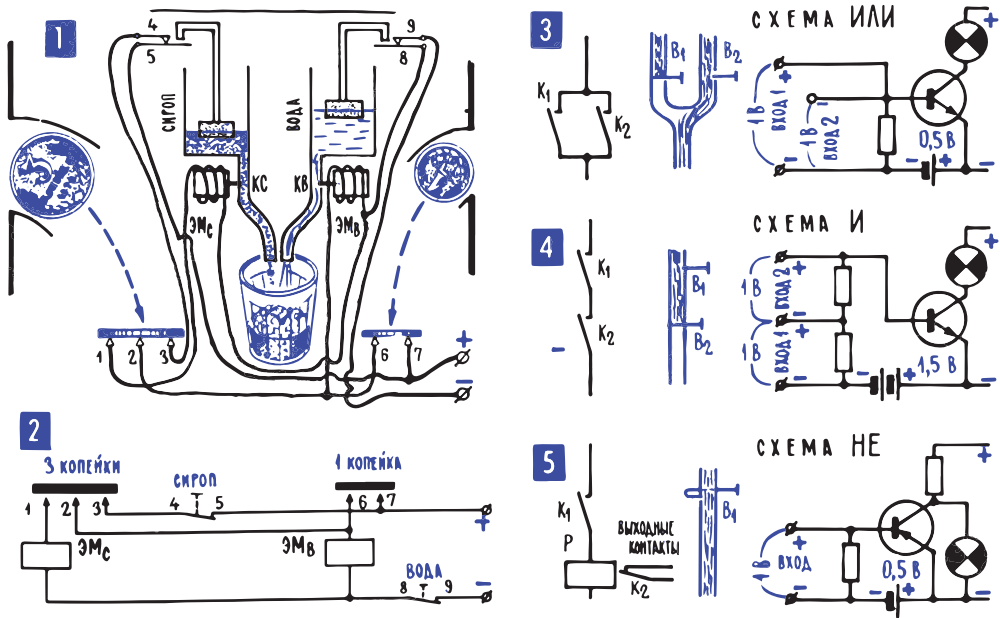

Рис. 15.4. Работа автомата для продажи воды с сиропом
7. В электрических цепях легко выполняются логические операции **И**, **ИЛИ**, **НЕ**. На рис. 15.4; 1, 2 показана упрощенная учебная схема (опять-таки «упрощенная учебная» и не более) автомата для продажи газированной воды с сиропом⁷. Схема эта довольно проста. Монета «1 копейка» замыкает контакты 6, 7, и если при этом еще замкнуты контакты 8, 9 (они размыкаются, когда в резервуаре нет воды), то электромагнит ЭМ_в откроет кран КВ и нальет в стакан воду. Монета «3 копейки» замыкает сразу три контакта. Это контакты 2, 3, которые дублируют контакты 6, 7 и в итоге наливают в стакан воду. Кроме того, монета замыкает контакты 1, 3, которые подают питание на электромагнит ЭМ_с, открывающий кран сиропа. Электромагниты, сработав, не только открывают краны КВ или КС, но еще включают механизм, забирающий монету. Если ни один из электромагнитов не сработает, то монету можно получить обратно.
В этой схеме мы встречаемся с чрезвычайно распространенными элементами электронных автоматов – схемами, которые выполняют логические операции **И**, **ИЛИ** и **НЕ**. Схема **И** (рис. 15.4; 4) дает возможность электрическому сигналу произвести свою работу, если замкнуты и первый контакт K_1 , и второй K_2 . В принципе, контактов может быть сколько угодно, от этого повадки схемы **И** не меняются – она требует, чтобы были замкнуты все контакты одновременно. А вот схема **ИЛИ** (рис. 15.4; 3) дает
возможность сигналу сработать, если замкнут любой из двух контактов, или первый, или второй, – все они параллельны, и замыкание любого открывает путь сигналу. Схема НЕ (рис. 15.4; 5) просто делает все наоборот: при замыкании контакта K_1 она с помощью реле разрывает цепь, а при размыкании контакта K_1 замыкает цепь.
На рис. 15.4; 3, 4, 5 показаны также гидравлические аналогии операции И, ИЛИ и НЕ и простейшие транзисторные схемы, где могут выполняться эти логические операции. В схеме И на базу транзистора подано запирающее напряжение $-1,5$ В, и ни один из сигналов с напряжением 1 В сам по себе не может отпереть транзистор. Транзистор отпирается, только если на базу одновременно попадают и первый, и второй сигналы. А в схеме ИЛИ запирающее напряжение уменьшено до $-0,5$ В, транзистор с одинаковым успехом откроет или первый одновольтовый сигнал, или второй. В схеме НЕ лампочка (она везде отображает нагрузку) включена не в коллекторную цепь, а параллельно транзистору; открывшись, транзистор шунтирует нагрузку, и ток в нее не идет (можно пояснить иначе: у открытого транзистора напряжение на коллекторе, а значит, на лампочке, резко падает).
С помощью элементов И, ИЛИ, НЕ автоматы проводят целые цепочки логических рассуждений. Один из примеров – на рис. 15.4; 1, 2. Автомат наливает воду, когда брошена *или* 1 копейка, *или* 3 копейки, а сироп – только в том случае, когда брошены 3 копейки и одновременно замкнуты *и* контакты 1, 3, *и* 4, 5, *и* 8, 9. В реальных автоматах этой последней пары контактов, возможно, нет: когда кончается сироп, автомат наливает чистую воду, забрав при этом монету.